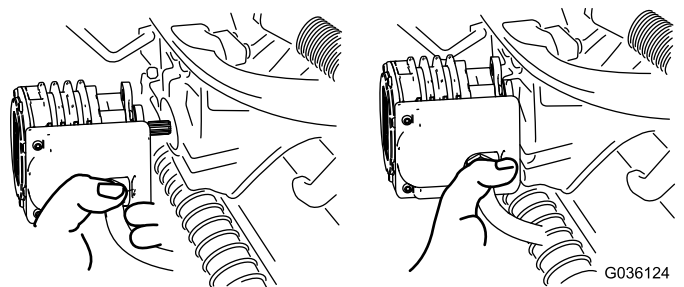

図 72
5. 外したモータは、サスペンションアームの前部にある一時保管位置にセットしておく 図 72。